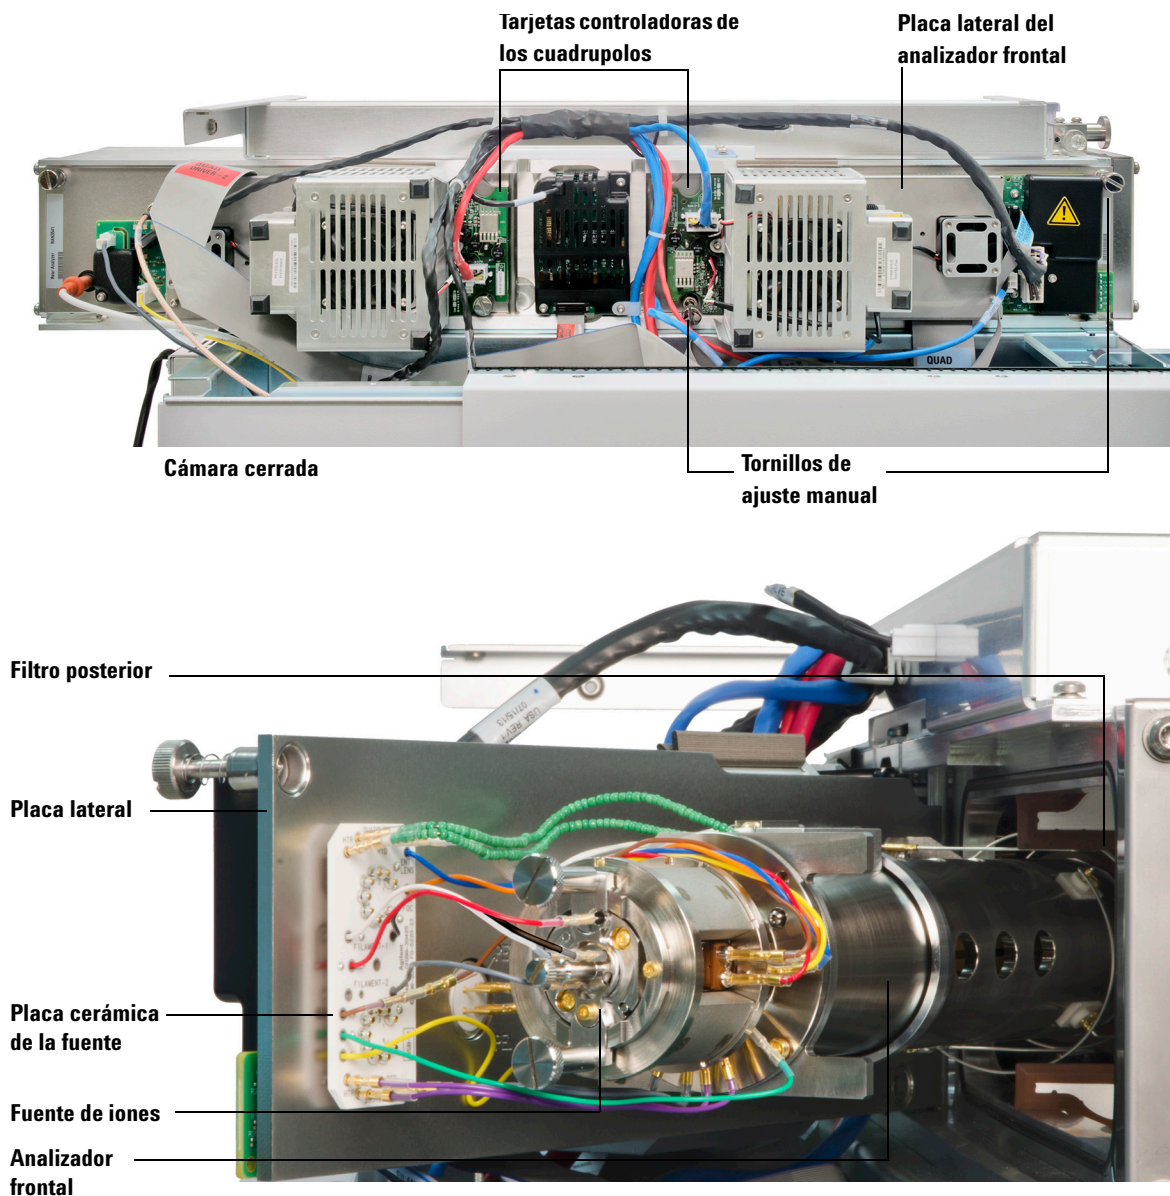

Figura 40 Cámara del analizador frontal de un MS 7010
- 3 Afloje los tornillos de ajuste de la placa lateral del analizador frontal, si están apretados. (Consulte la Figura 40 en la página 151.)
- 4 Balancee *suavemente* la placa hasta que esta se desprenda. (Consulte la Figura 40 en la página 151.)